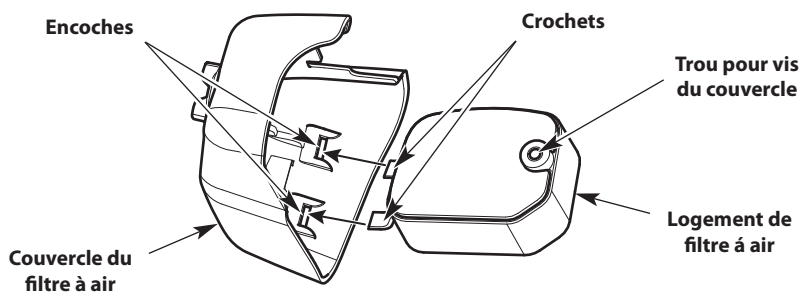

Fig. 27
7. Insérer les crochets sur le boîtier du filtre à air en fonction des encoches de son couvercle (Fig. 27).
8. Basculer le couvercle du filtre à air vers la droite et aligner la vis du couvercle avec le trou de la vis (Fig. 27). Serrez la vis du couvercle, de manière à immobiliser le couvercle du filtre à air.